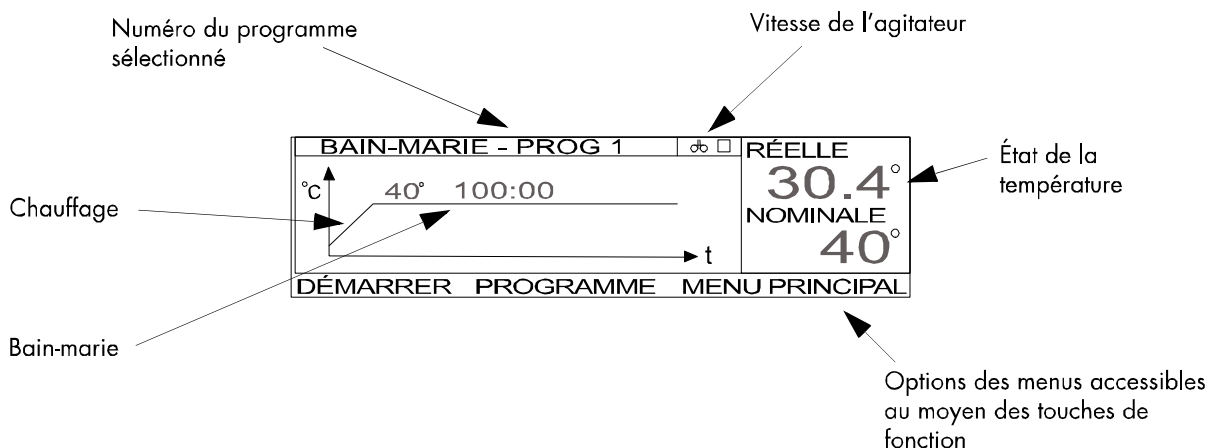

Figure 4.3: l'écran PROG BAIN-MARIE [1]
Sur la figure 4.3, le déroulement du cycle BAIN-MARIE est montré (écran PROG BAIN-MARIE [#])
1. Actionner l'affichage de démarrage **BAIN-MARIE** (voir paragraphe 4.4.1). L'écran PROG BAIN-MARIE [#] apparaît (voir figure 4.3)
2. Actionner **PROGRAMME**. L'écran avec le menu du programme apparaît (voir figure 4.3)